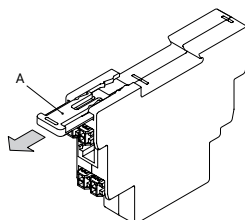

Fig. 2
Retire el soporte de montaje (A) del Shelly Pro 3 EM. como se muestra en la imagen 2.
Retire o suporte de montagem (A) do Shelly Pro 3 EM. como mostrado na Fig. 2.